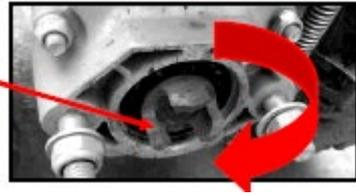

FIGURA 11
- ⑥ Ora la maniglia della frizione è allentata e la testa di uscita della presa di forza non può essere ruotata (Vedere la figura 11)